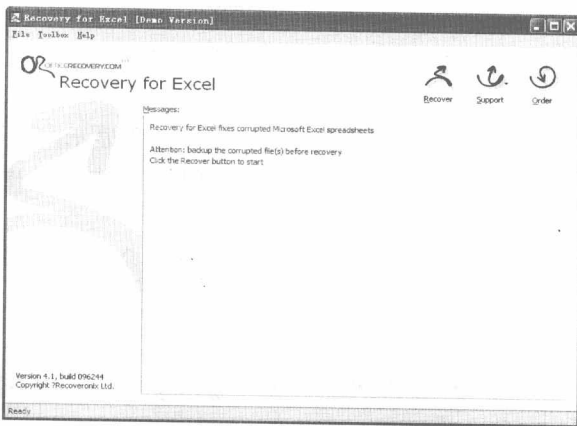

图 10-34 Recovery for Excel [Demo Version]对话框
步骤(1) 下载安装完成后, 单击“开始”|“所有程序”|Excel Recovery|Recovery for Excel 命令, 打开 Recovery for Excel [Demo Version]窗口, 如图 10-34 所示。